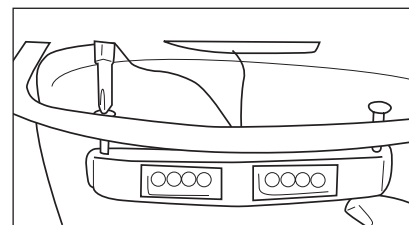

Figure 12
3. Fixez l'ensemble de lumières à DEL au rebord avant du casque (figure 12).